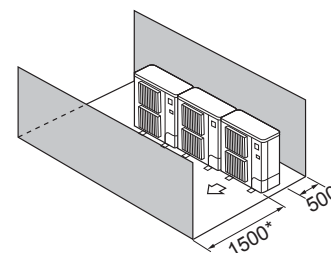

Fig. 2-12
- ④ Окружающие предметы - только спереди и сзади (Fig. 2-12)